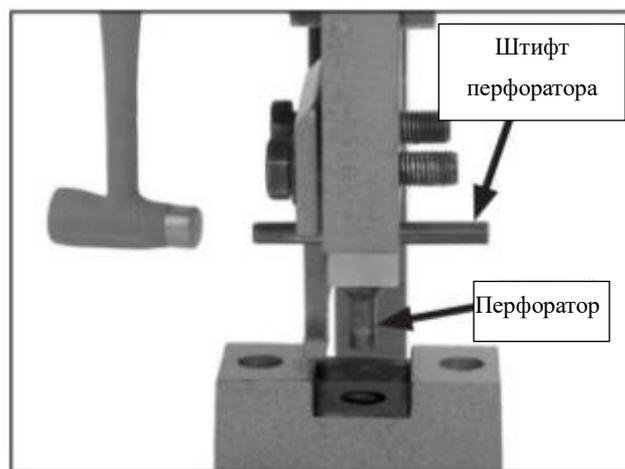

Рисунок 11.
2. Постучите по штифту, чтобы он свободно перемещался, но не удаляйте его полностью (**рисунок 11**).